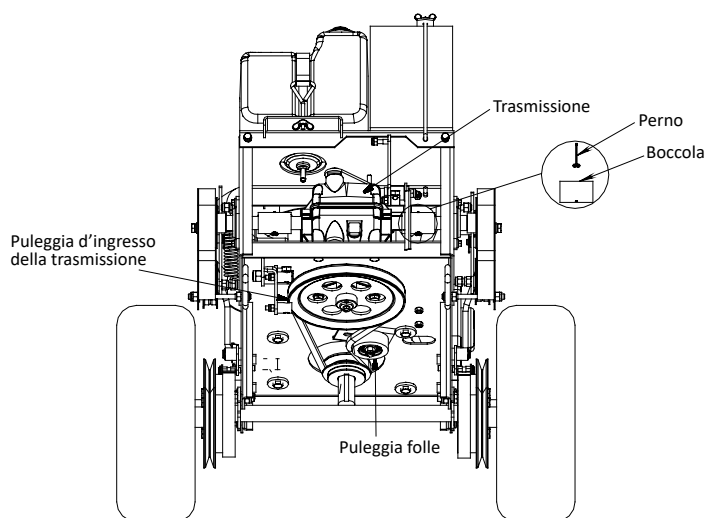

FIG 13.
- Infine, serrare i bulloni M6×16 del cuscinetto di collegamento sinistro e destro e i bulloni esagonali dell'albero interno. (Vedere FIG 13)